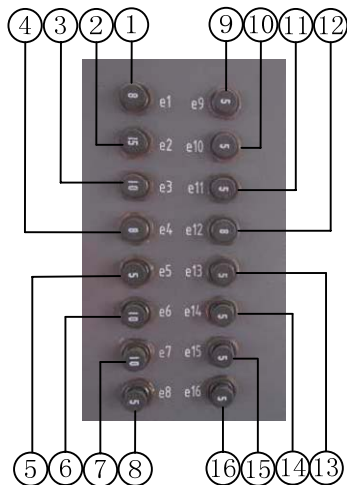

图18 B5 保险
⑦ B5保险 (详述见图18	⑧ 大闸
⑨ 小闸	⑩ 紧急制动按钮
⑪ 运监电源	⑫ 主 (后) 转向架张紧
⑬ 后转向架支撑	⑭ 手油门
⑮ 工作位	⑯ 话筒及其开关
⑰ 挂档盒